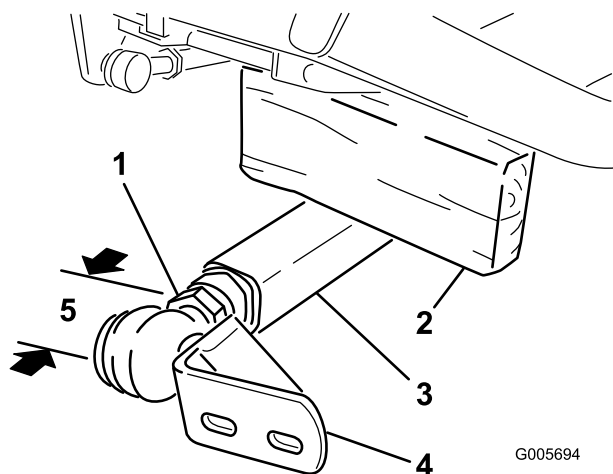

Bild 20
3. Ein Helfer sollte den linken Schubarm nach unten drücken. Setzen Sie dann einen 51 x 102 mm großen Holzblock zwischen den Rahmen und die Oberseite des Schubarms (Bild 20). Drehen Sie das Kugelgelenk in den linken Schubarm, bis die Mitte des Kugelgelenks ca. 60 mm von der Vorderseite des Schubarms entfernt ist (Bild 20). Ziehen Sie die Klemmmutter nicht an.